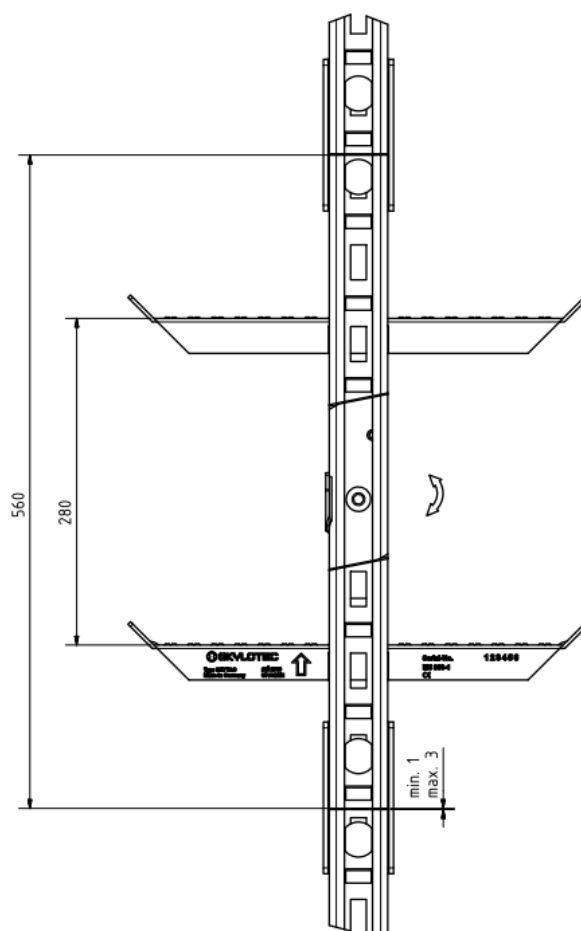

Figura13 : Dimensioni di installazione
7.1.6 Dimensioni di installazione da rispettare (Figura13)